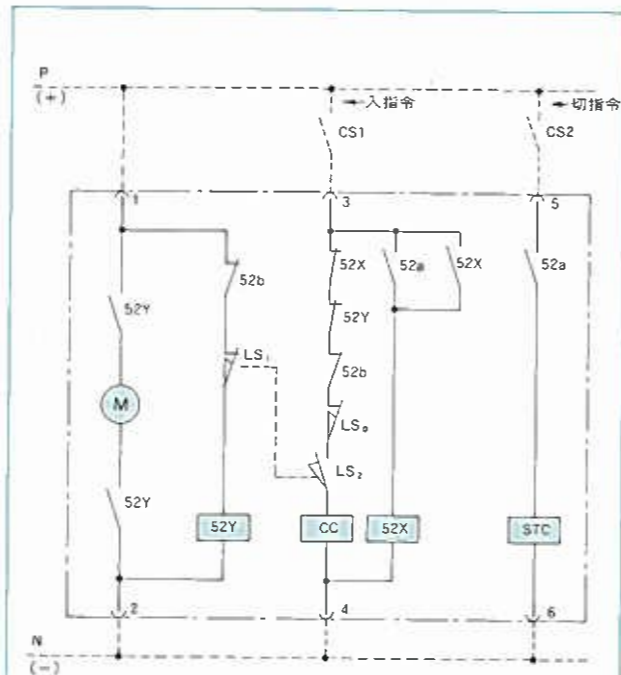

図8.5 基本回路図
- 図8.5は、遮断器が“開放”状態で投入ばねが放勢された状態を示します。まず、電源に接続することにより、遮断器補助接点52b及びリミットスイッチLS₁を介して補助リレー52Yを動作させ、ばね蓄勢モータ①が起動して投入ばねの蓄勢を開始します。投入ばねが完全蓄勢されると、リミットスイッチLS₁が“閉”となり、補助リレー52Yが復帰して電動機は停止します。同時にLS₂が“閉”となり、投入制御回路も形成されます。